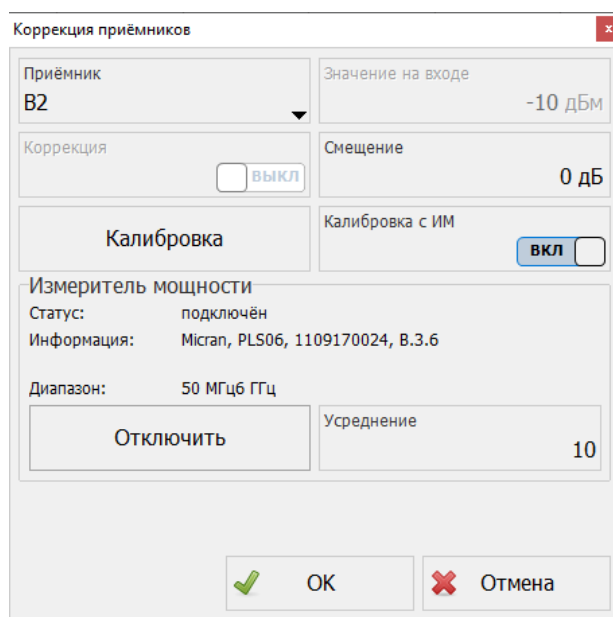

Рисунок 6.47 – Окно «Коррекция приёмников»
- Шаг 2.** Выберите пункт меню «Калибровка > Калибровка мощности > Коррекция приёмников». В появившемся окне требуется выбрать калибруемый приёмник (рисунок 6.47) и при необходимости задать смещение, которое будет учтено при коррекции. Если калибровка выходной мощности не выполнялась, либо её сечение изменилось вследствие добавления/удаления оснастки, рекомендуется воспользоваться измерителем мощности – включить тумблер «Калибровка с ИМ» и выполнить подключение. Далее нажать кнопку «Калибровка» и следовать инструкциям.